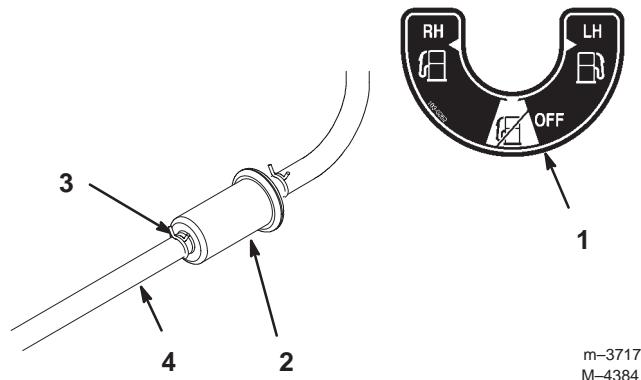

Figure 45
- Posez un filtre neuf et rapprochez les colliers de fixation du filtre (Fig. 45).
- Fermez le robinet d'arrivée de carburant (Fig. 45).
3. Desserrez le collier de serrage au niveau du filtre à carburant et repoussez-le le long de la conduite d'alimentation pour l'éloigner du filtre (Fig. 45).
4. Débranchez la conduite d'alimentation du filtre (Fig. 45). Ouvrez le robinet d'arrivée de carburant et laissez l'essence s'écouler dans un bidon ou un bac de vidange.
5. Raccordez la conduite d'alimentation au filtre. Rapprochez le collier de serrage du filtre pour fixer la conduite d'alimentation (Fig. 45).